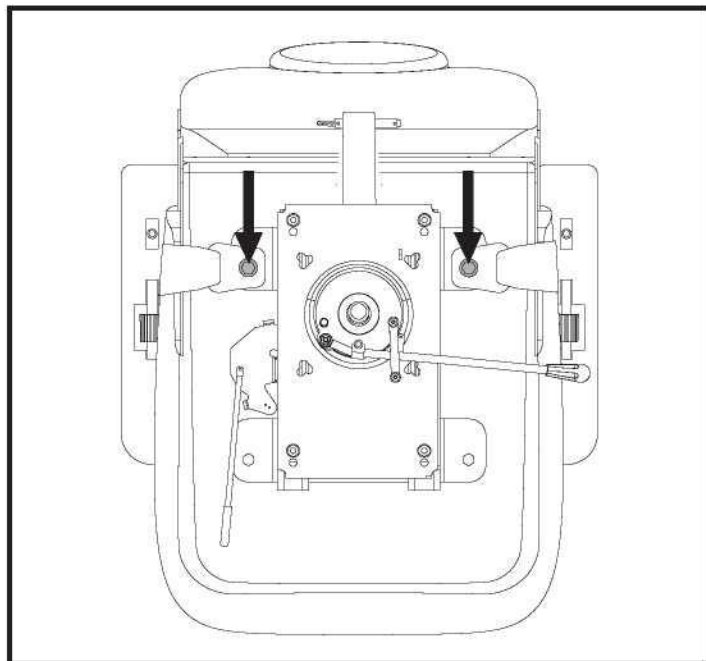

Figura 21. Tornillos del cinturón de seguridad
2. Dé la vuelta al asiento para ver la parte inferior del mismo. Ver la figura 21.
1. Introduzca la aleta metálica del lado derecho del cinturón en el cuadro de plástico del lado izquierdo y presione hasta oír un clic. **Ver la figura 21.**